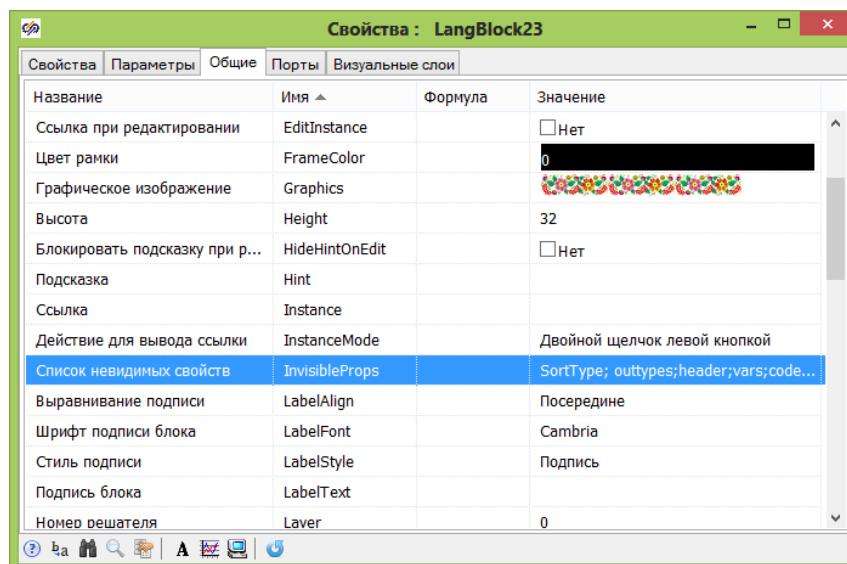

Рисунок 11
2) В окне свойства блока переходим на вкладку “Общие” см. Рис. 11